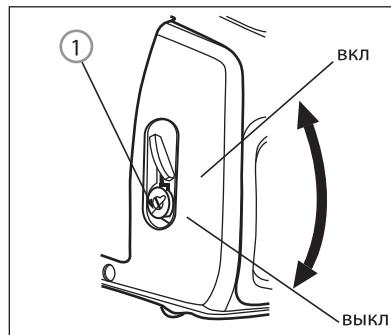

Рис. 10
- Переведите выключатель двигателя 1 в положение «ВКЛ» (рис. 10).